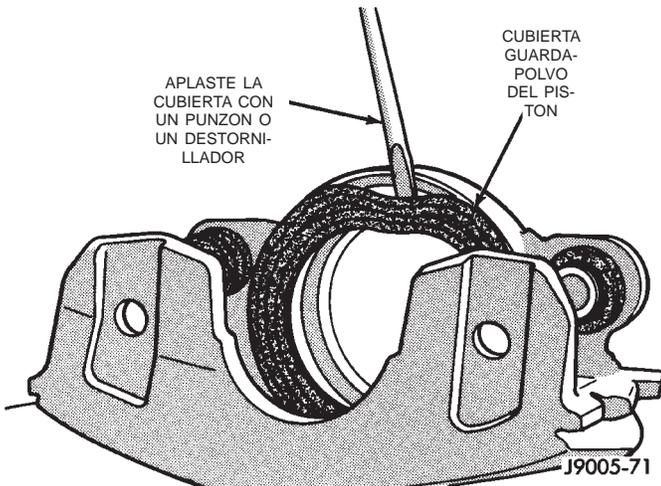

Fig. 48 Desmontaje de la cubierta guardapolvo del pistón del calibrador
(5) Retire la cubierta guardapolvo del pistón del calibrador con una herramienta de palanca adecuada (Fig. 48).